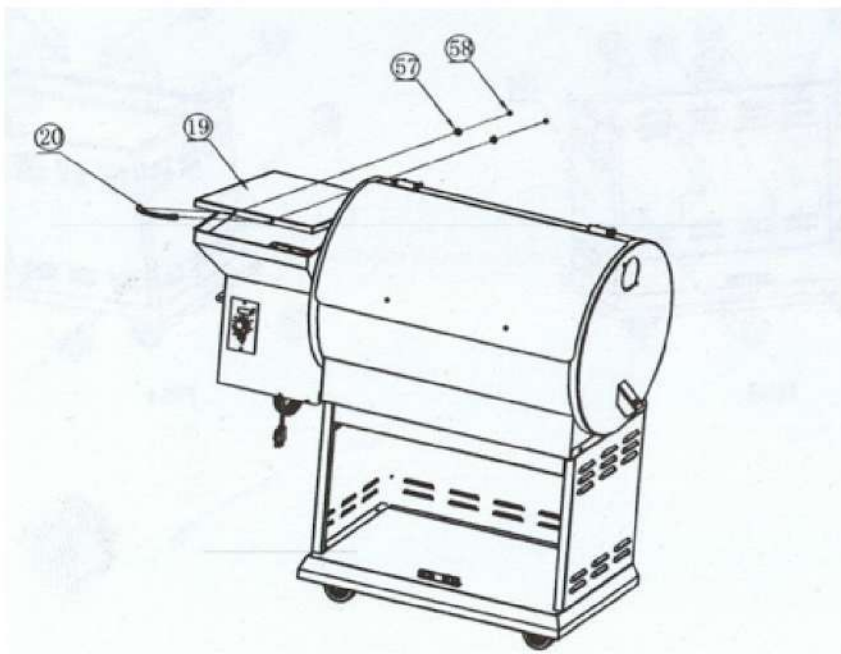

Рисунок 6
Откройте крышку бункера горелки. Вставьте болты крепления ручки M5x32 (58) в отверстия крышки через шайбы 12x5x1 (57) изнутри. После ввинтите их в ручку (19). Затяните отверткой как показано на рис. 6